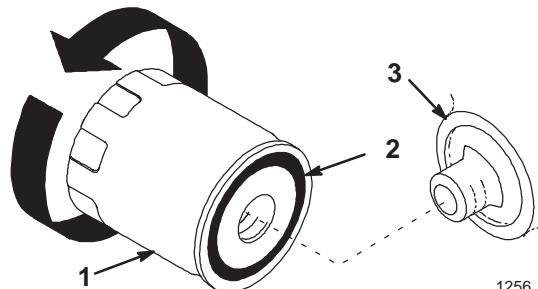

Figure 19
3. Appliquez une fine couche d'huile neuve sur le joint en caoutchouc du filtre de rechange (Fig. 19).
- Posez le filtre à huile de rechange sur l'adaptateur. Tournez le filtre dans le sens horaire jusqu'à ce que le joint rejoigne l'adaptateur, puis donnez 1/2 tour supplémentaire (Fig. 19).